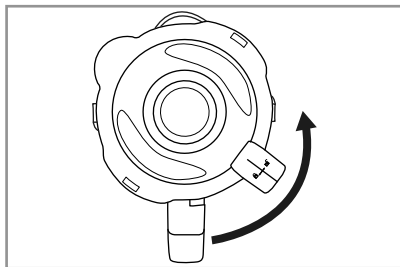

Fig. 1
- 1) Gire el vaso ❸ en sentido antihorario hasta que la flecha ▼ situada bajo el asa del vaso ❸ quede sobre la posición . Retire el vaso ❸ del bloque motor ❹ en posición recta hacia arriba.
- 2) Retire la tapa ❷; para ello, gírela en sentido antihorario hacia la posición  (consulte la fig. 1) hasta que pueda extraerse hacia arriba.